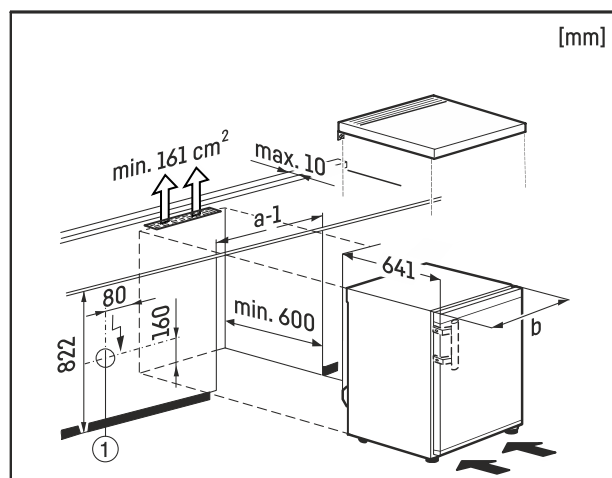

Fig. 8
Utičnica Fig. 8 (1) bi pritom trebala biti izvan područja stražnje strane uređaja i lako pristupačna.